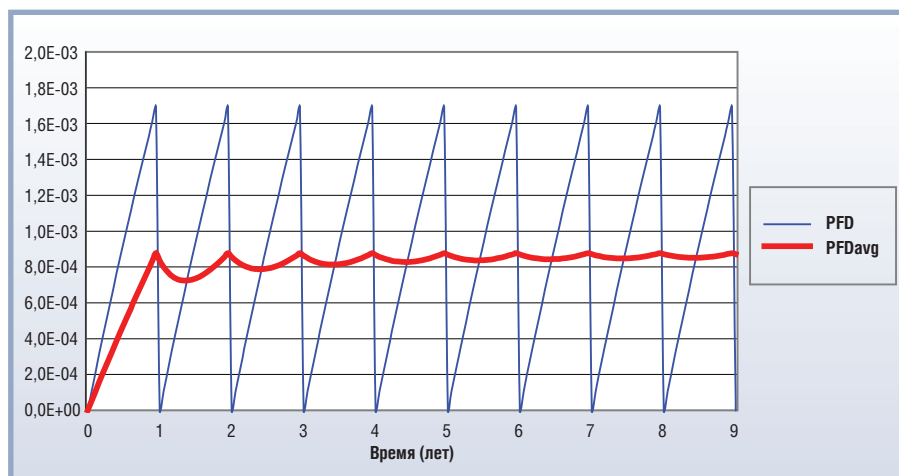

Рис. 4. PFD и PFDavg для системы с архитектурой 1001 и Tproof, равным 1 году
5. На рис. 4 показаны PFD и PFDavg для системы с архитектурой 1001 и Tproof, равным 1 году. PFD — вероятность отказа на запрос выполнения функции безопасности без учёта проведения диагностических тестов с целью выявления недетектируемых отказов, а PFDavg — усреднённая вероятность отказа на запрос выполнения функции безопасности с учётом выполнения диагностических тестов. Существуют специальные процедуры проведения проверочных тестов с целью определения для каждого устройства интенсивности опасных недетектируемых отказов $\sum \lambda_{du}$, которые не выявляются обычными онлайн-диагностическими тестами. Если не выполнять такие периодические тесты, значение PFD функции безопасности SIF перейдёт из заданного уровня SIL в более низкий уровень, например из SIL 3 в SIL 2, SIL 1, SIL 0.